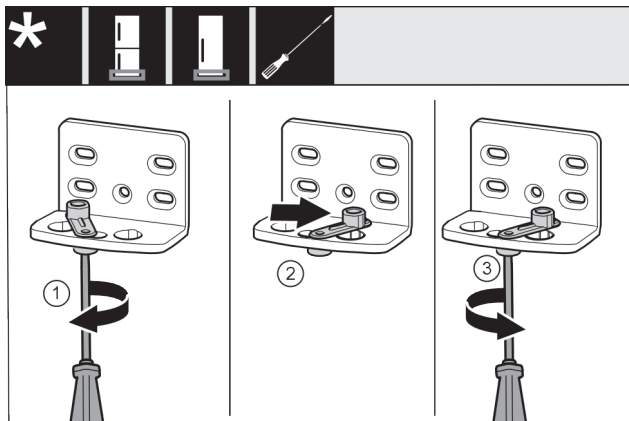

Fig. 19 *
- Lironi plotësisht vidën Fig. 19 (1) me një kaçavidë.*
- Ngrini lart ndihmën e mbylljes së derës Fig. 19 (2) dhe rrotullojeni brenda vrimës me 90° nga e djathta.*
- Mbërtheni fort vidën Fig. 19 (3) me kaçavidë.*